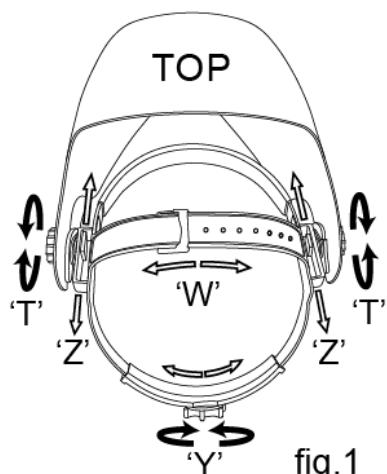

fig.1
Celkový obvod hlavového kříže může být zmenšen nebo zvětšen otáčením kolečka na zadní straně oblouku. (Viz.nastavení "Y" na fig.1). To může být provedeno i při používání kukly a umožňuje nastavit napětí tak, aby kukla seděla pevně na hlavě, aniž by byla příliš těsná.
- Je-li horní oblouk příliš vysoko nebo příliš nízko nad temenem hlavy, upravte nastavení popruhu, který prochází přes horní části hlavy. (Viz.nastavení "W" na fig.1).
Krok 1: Povolte matice (viz."T" na fig.1.) Nastavte vzdálenost mezi kuklou a vaším obličejem ve spodní poloze.
Krok 2: Povolte matice na obou stranách kukly a posuňte jej blíže nebo dále od obličeje. (Viz.nastavení "Z" na fig.1). Je důležité, aby vaše oči byly vždy ve stejné